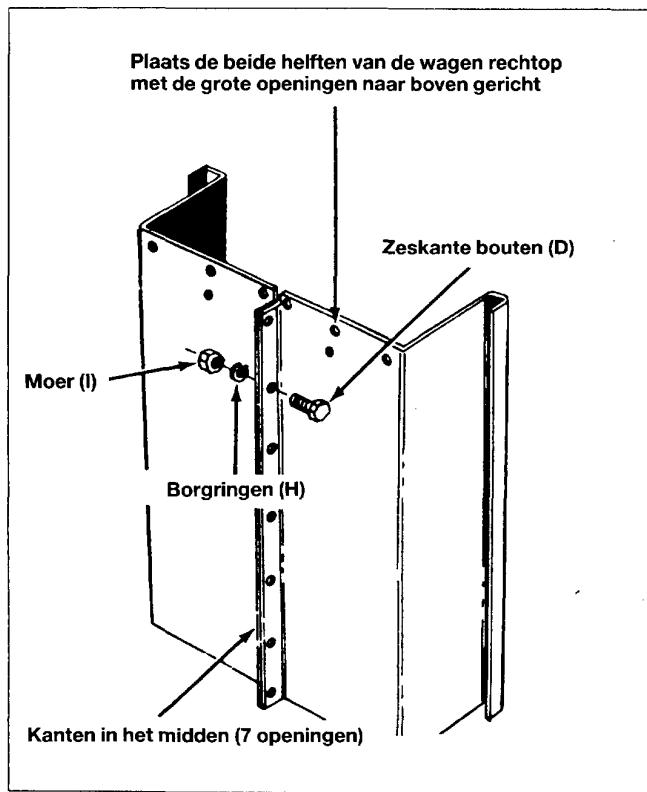

Fig. 3
3. Plaats de beide zijkanten van de wagen (P en R) rechtop volgens fig. 3. Opgelet: Grote openingen naar boven.
4. Monteer de bouten (D), de borringen (H) en de moeren (I) in de opstaande randen aan de zijkanten van de wagen. Monteer alle 7 bouten. Deze niet aanhalen. Zie fig. 3 en onderstaande commentaar.